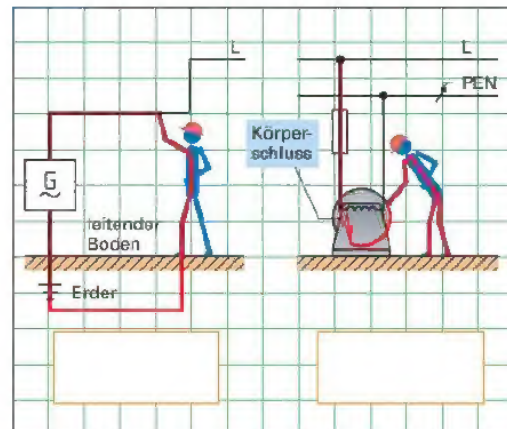

Bild 2: Berührungsarten
8. Man unterscheidet in der Elektrotechnik zwischen direktem und indirektem Berühren. Tragen Sie die Berührungsarten in Bild 2 ein.